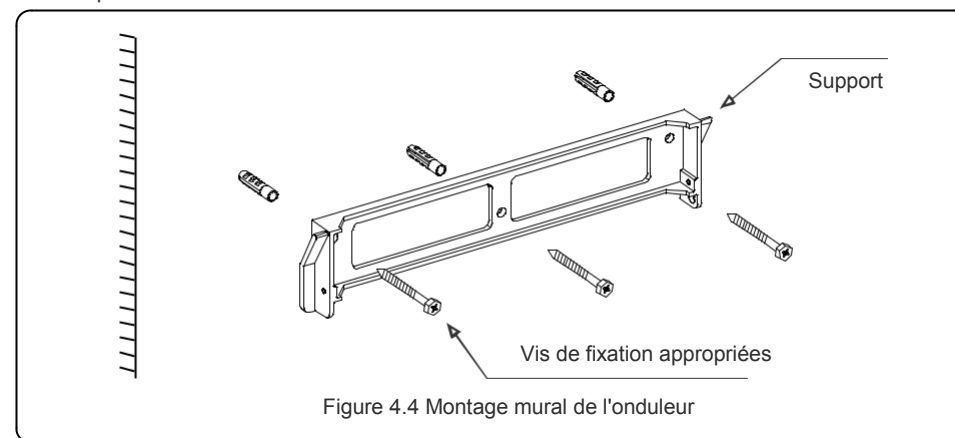

Figure 4.4 Montage mural de l'onduleur
Veillez consulter les figures 4.4 et 4.5 pour les instructions de montage de l'onduleur. L'onduleur doit être monté verticalement. Les étapes à suivre pour monter l'onduleur sont énumérées ci-dessous.
2. Veillez à ce que le support soit horizontal et que les trous de fixation (dans la figure 4.4) soient correctement marqués. Percez les trous dans le mur à l'endroit des marques.